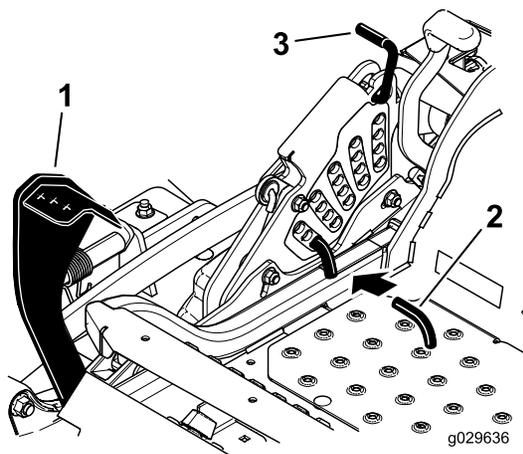

Figura 26
2. Pise el pedal de elevación de la carcasa y eleve la carcasa a la posición de transporte (que es también la posición de altura de corte de 140 mm (5½")); consulte Figura 26.
3. Para ajustar la altura de corte, gire el pasador 90 grados y retire el pasador del soporte de altura de corte (Figura 26).
4. Seleccione el taladro del soporte de altura de corte que corresponde a la altura de corte deseada, e inserte el pasador (Figura 26).